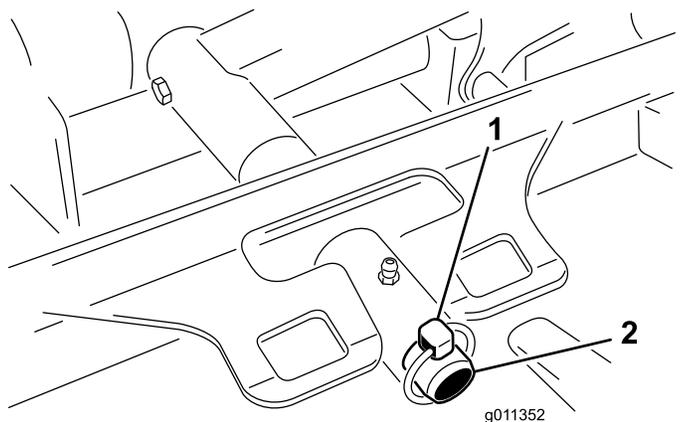

Рисунок 85
3. Снимите шплинт или крепежную гайку (только GM 4700), которые крепят несущую раму деки к оси поворота подъемного рычага (Рисунок 85).
3. Наденьте несущую раму деки на ось поворота подъемного рычага. Закрепите шплинтом или крепежной гайкой (только GM 4700) (Рисунок 85).